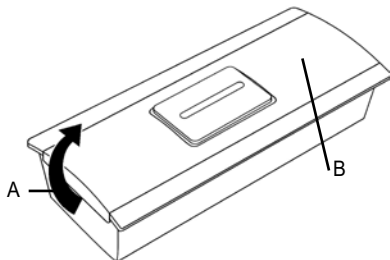

Figura 1: Pulsante di chiamata
- 1) Rimuovere come prima cosa la facciata di plastica sollevando un lato della scatola (figura 1 A). Utilizzare un piccolo cacciavite eventualmente.